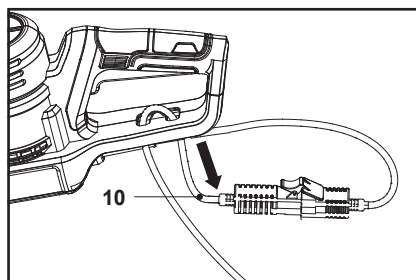

Fig. 4
3. Treci cablul de alimentare (10) peste suportul de cablu (11) și trage ușor de cablul de alimentare (10) pentru a te asigura că este bine fixat (Fig. 4).